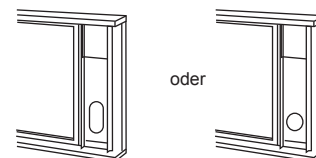

Abb. 15
5. Schneiden Sie die Schaumdichtung auf eine geeignete Länge ab, und dichten Sie den offenen Spalt zwischen dem inneren und dem äußeren Fensterflügel ab (Abb.15).